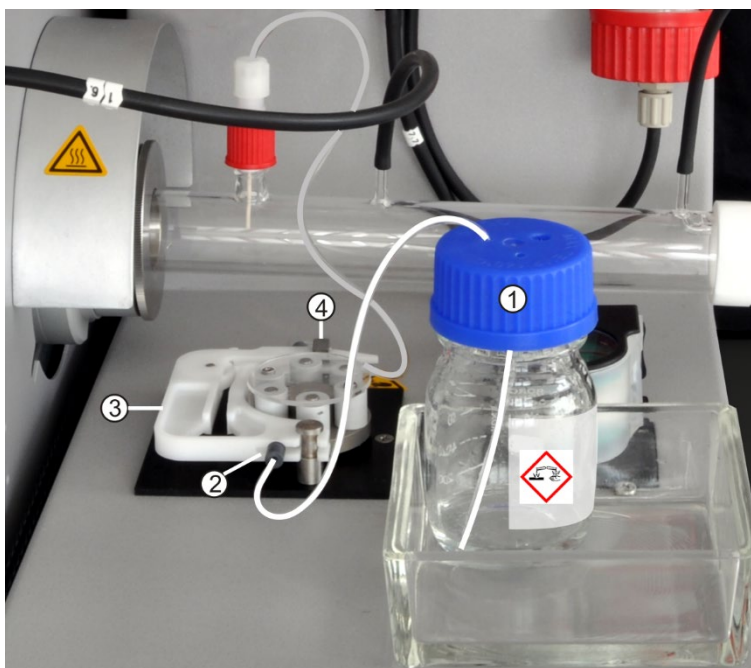

Fig. 49 Instalar las mangueras de bombeo
3. Abrir la caja de manguera (3 en Fig. 49) y extraer la manguera de bombeo.
6. Sujetar la manguera de bombeo entre los dos topes de plástico (2 en Fig. 49) en la caja de manguera.